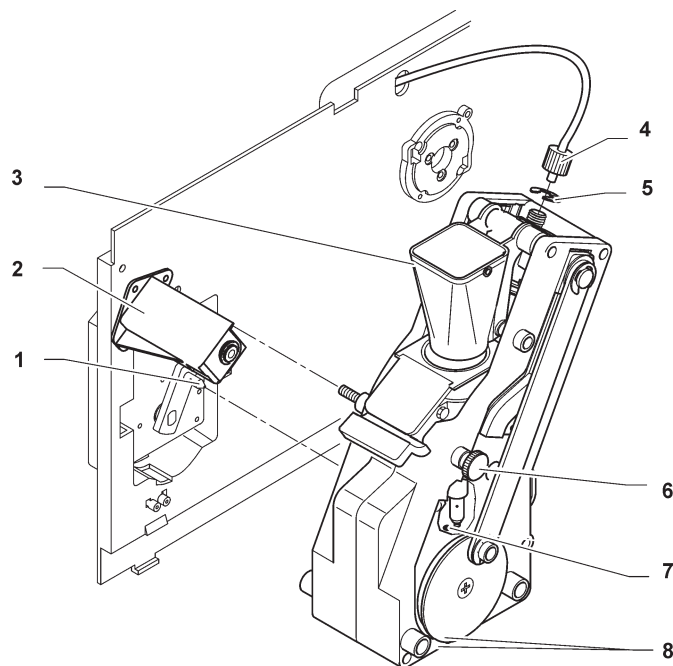

Fig.22
- desconectar del pistón superior el tubo de teflón que conecta la caldera, teniendo cuidado en no perder la guarnición (ver fig. 22);